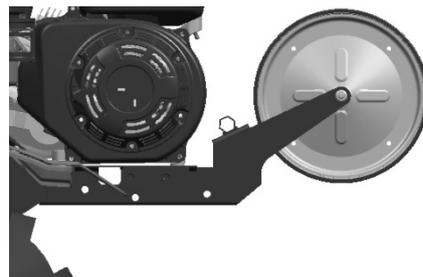

Abbildung 16
- 2) Stellen Sie das Vorderrad der Motorhacke auf den Status ein, der in Abb. 16 gezeigt wird, wenn sie auf dem Feld hacken soll.